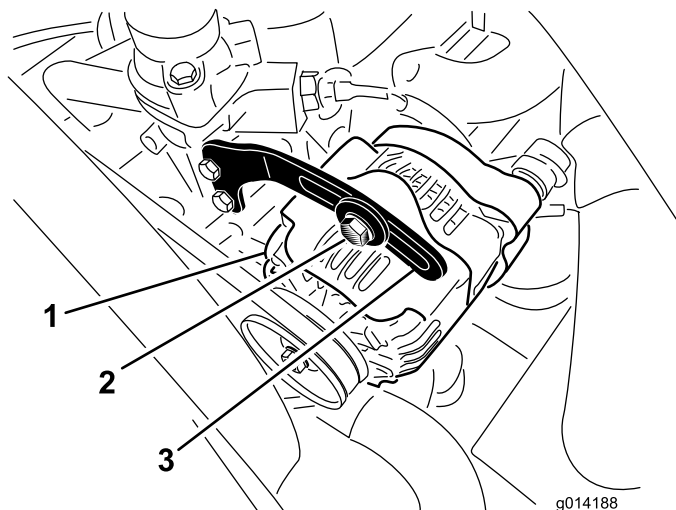

図 57
2. オルタネータ側プーリとクランクシャフト側プーリ間の中央部でオルタネータベルト(図57)を指で10 kg程度の力で押してベルトの張りを点検する。
3. ブレースをオルタネータ図57に固定しているボルトと、オルタネータのピボットボルトをゆるめる。